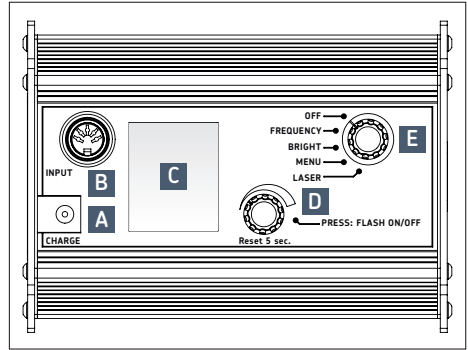

图 1 - SKF TKRS 41 频闪仪
5.1 连接头 (→ 图 1)
1. 设备充电：将充电器插入设备后部充电插孔 (A) (→ 图 1)。
2. 将设备对准一个运动物体，然后打开设备。将选择开关 (E) 向左转一档至“FREQUENCY (频率)”。